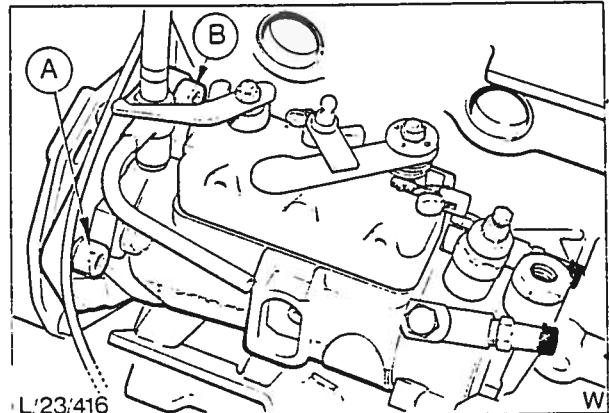
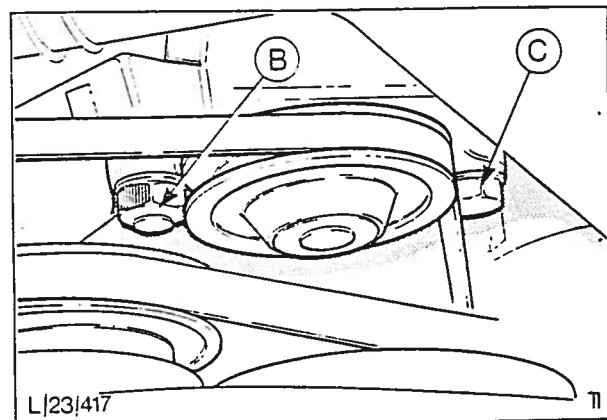

Fig. 39 Pumpens festebolter.
Fig. 40 Pumpens festebolter.
- (a) Midtre venstre (A i fig. 39) skrus ut med en umbrakonøkkel.
- (b) Øvre (B i fig. 39 og 40) skrus ut ved å holde en umbrakonøkkel bak (fig. 39) og dreie mutteren (fig. 40) med en åpen fastnøkkel.
- (c) Nedre (C i fig. 40) demonteres først ved bruk av en stjernenøkkel.
18. Monter de resterende tre boltene og trekk til. (Boltenes plassering er vist i fig. 39 og 40).